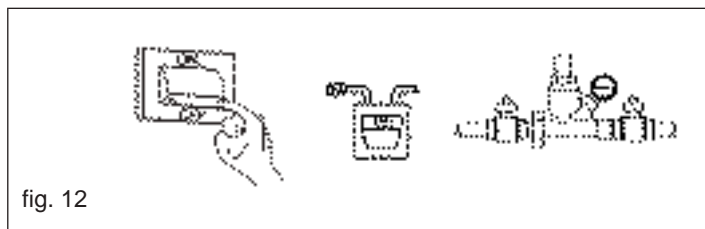

fig. 12
- Mettre l'interrupteur général de l'installation sur «éteint» (fig. 12).
- Effectuer l'analyse des produits de combustion pour vérifier l'état de fonctionnement de la chaudière, puis couper l'alimentation électrique en mettant l'interrupteur général de l'installation sur «éteint» (fig. 12).